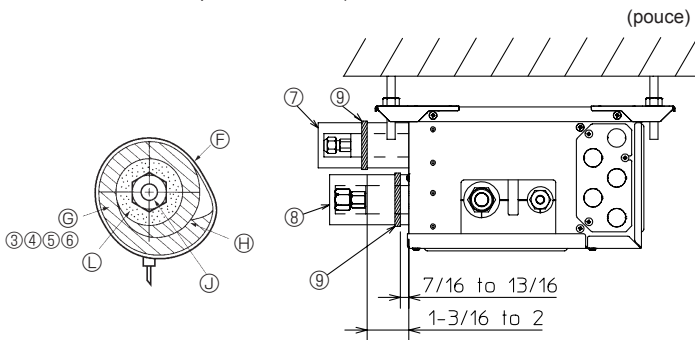
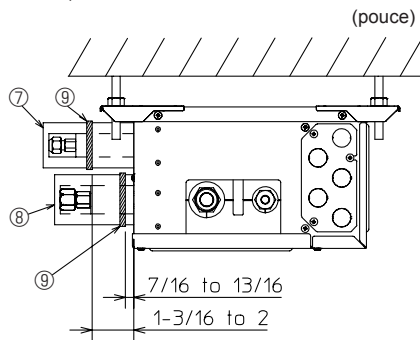

Fig. 7-3
Fig. 7-4
- (1) Retirer les écrous évasés et les capuchons du boîtier de dérivation.
- (2) Evaser les extrémités des tuyaux de liquide et de gaz et appliquer de l'huile réfrigérante (à acheter localement) sur la surface évasée. N'appliquez pas d'huile sur la partie filetée.
- (3) Raccorder immédiatement les tuyaux de réfrigérant. Serrez toujours les écrous évasés jusqu'au couple spécifié dans le tableau 2 à l'aide d'une clé dynamométrique et d'une double clé à molette.
- (4) Appuyer les cache-tuyaux ③ et ⑤ des tuyaux de liquide contre l'appareil et les enrouler pour les maintenir en place. (Fig. 7-3)
- (5) Appuyer les cache-tuyaux ④ et ⑥ des tuyaux de gaz contre l'appareil et les enrouler pour les maintenir en place. (Fig. 7-3)
- (6) Fixer les sangles fournies ⑨ à 7/16-13/16 pouce (10 à 20 mm) de chaque extrémité des cache-tuyaux (③ ④ ⑤ ⑥).
- (7) Si l'unité intérieure n'est pas raccordée, raccordez les cache-tuyaux (avec les bouchons, ⑦ et ⑧) sur les branchements des tuyaux de réfrigérant du boîtier de dérivation contre l'unité afin d'éviter un écoulement de condensation des tuyaux. (Fig. 7-4)
- (8) Fixer les cache-tuyaux (⑦ ⑧) à l'aide des sangles fournies ⑨.
- ⓕ Sangle ⑨
- ⓖ Cache-tuyaux ③ ④ ⑤ ⑥
► Appliquer les procédures suivantes aux composants du boîtier de dérivation qui ne sont pas raccordés à un appareil intérieur. (Fig. 7-4)
- (1) Afin d'éviter toute fuite de réfrigérant, veiller à serrer les raccords coniques conformément aux couples de serrage indiqués* dans le Tableau 3.
- (2) Pour éviter la condensation, mettaient en place les cache-tuyaux ⑦ et ⑧ contre l'unité et attachez-les à l'aide des sangles ⑨ fournies.